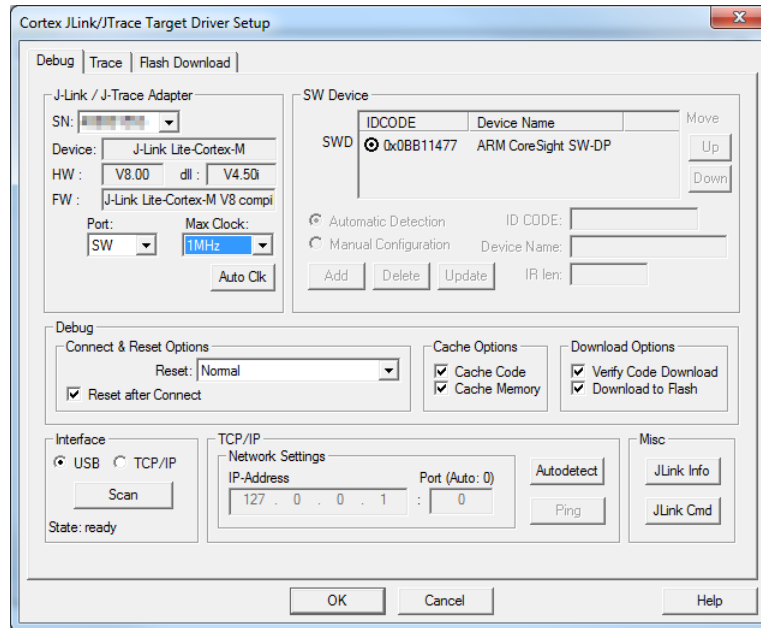

Figure 24 Target driver setup
8. 在 **Max Clock** 中的 调试接口的最高速度不要超过(1 MHz)。page 34 的 **Figure 24** 显示了一个正确的配置。